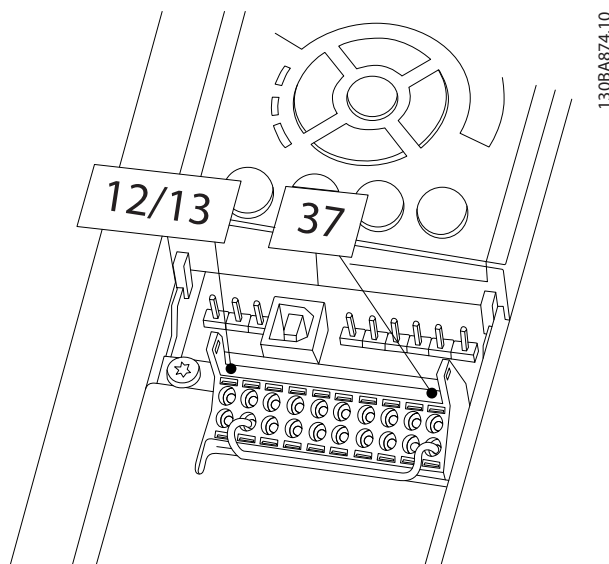

Ilustración 2.1 Puente entre el terminal 12 / 13 (24 V) y 37
1. Retire el cable de puente entre los terminales de control 37 y 12 o 13. No basta con cortar o romper el puente para evitar los cortocircuitos (consulte el puente de la *Ilustración 2.1*).